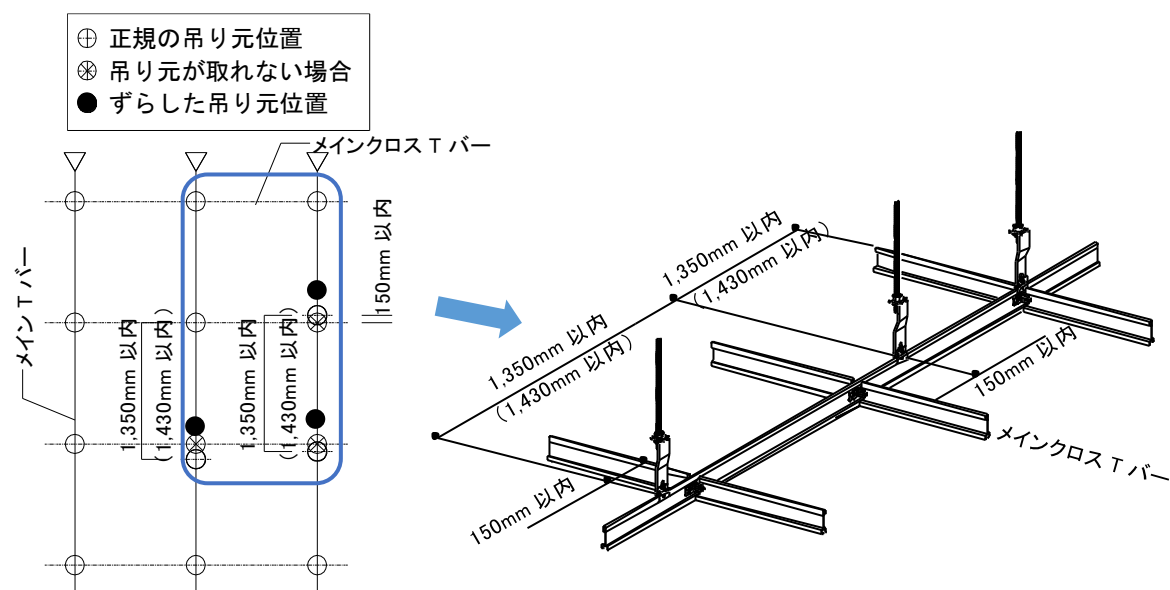

図2-3-2 吊りボルト設置時の注意事項
②ハンガーを組付けた吊りボルトをインサートにねじ込み、吊りボルトが鉛直になるように設置すること。
③吊りボルト設置時は、メインTバーとメインクロスTバーの交点  $1,200 \times 1,200 \text{ mm}$ または  $1,280 \times 1,280 \text{ mm}$ 付近に直吊りする。やむを得ず交点から離れて吊る場合は、メインTバー方向、メインクロスTバー方向とも 150 mm以内とし、吊りボルト相互の離れは 1,350 mm以内 ( $1,280 \times 1,280 \text{ mm}$ の場合は 1,430 mm以内)とすること。(図 2-3-2 参照)